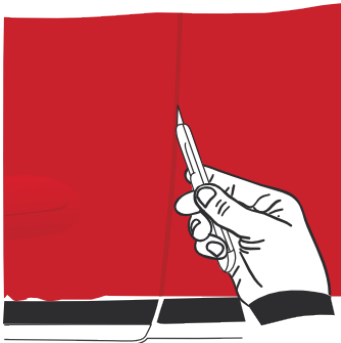

Figure 25
- › Pour réaliser la découpe, la lame du cutter doit être placée contre le bord fin de la pièce à couvrir. Réaliser la coupe en restant toujours dans le prolongement de cette arête, cutter incliné vers l'extérieur. (FIG. 25)